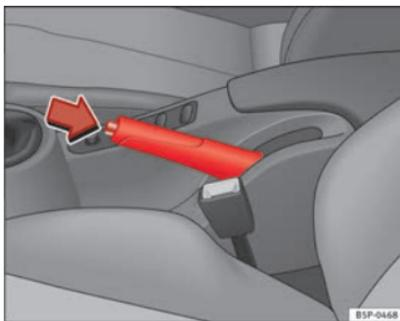

Fig. 152 Il freno a mano, ubicato tra i due sedili anteriori ▶
⇒ fig. 152.
- Tenendo premuto (nella direzione indicata dalla freccia ⇒ fig. 152) il tasto di sblocco, spostare prima la leva leggermente verso l'alto e poi abbassarla del tutto ⇒ .